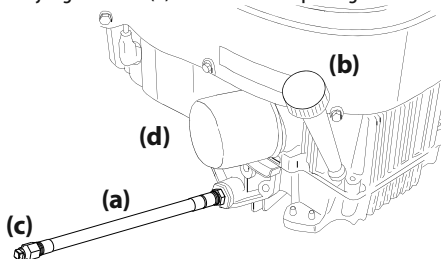

Figure 37
3. Tenez l'extrémité libre du boyau de vidange d'huile au-dessus du récipient collecteur, puis dévissez le bouchon à tête carrée (c) du boyau de vidange d'huile. Voir Figure 37. Vidangez l'huile du moteur dans le récipient.